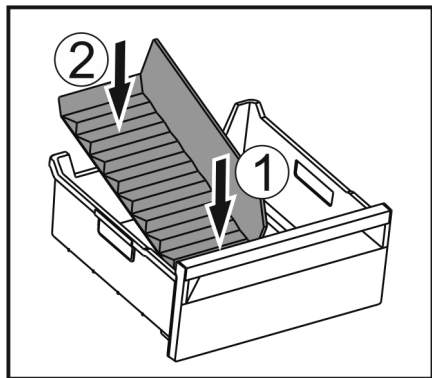

Fig. 140
- Inserire la parte anteriore del divisore dello scomparto del ghiaccio. Fig. 140 (1)
- Abbassare la parte posteriore del divisore dello scomparto del ghiaccio fino al fondo del cassetto. Fig. 140 (2)